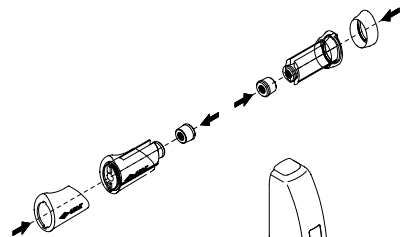

FIG. 11
- 10) Introdurre alle due estremità della barra i tappi di raccordo ed i manicotti ad espansione con le relative bussole filettate inserite con una leggera forzatura (fig. 11).
- 10) Put the connection plugs and the expanding sleeve collars with the threaded bushes on the two ends of the bar using minimal force (Fig. 11).
- 10) Introduire aux deux extrémités de la barre les bouchons de raccordo et les manchons à expansion avec les douilles filettées correspondantes introduites en forçant légèrement (fig. 11).
- 10) Introduzca en las dos extremidades de la barra las tapas de unión y los manguitos de expansión con los correspondientes casquillos roscados, que se deben insertar con un leve forzamiento (Fig. 11).
- 10) De twee aansluitdoppen aan de uiteinden van de duwstang en de expansiemoeren met de betreffende schroefbussen aanbrengen (afb. 11), door ze volledig in te schuiven.
- 10) An den beiden Stangen-Enden die Verbindungsdeckel und die Spannhülsen mit entsprechenden Gewindehülsen mit leichtem Druck einsetzen (Abb. 11).